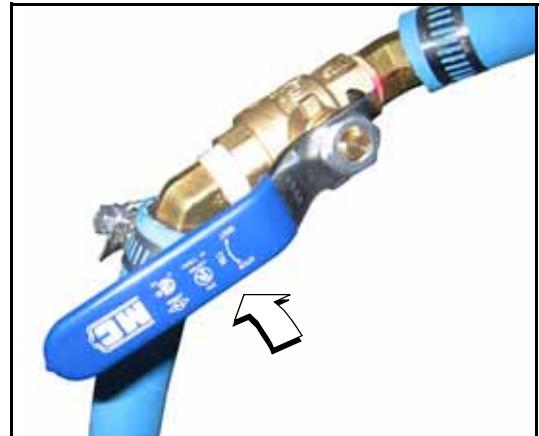
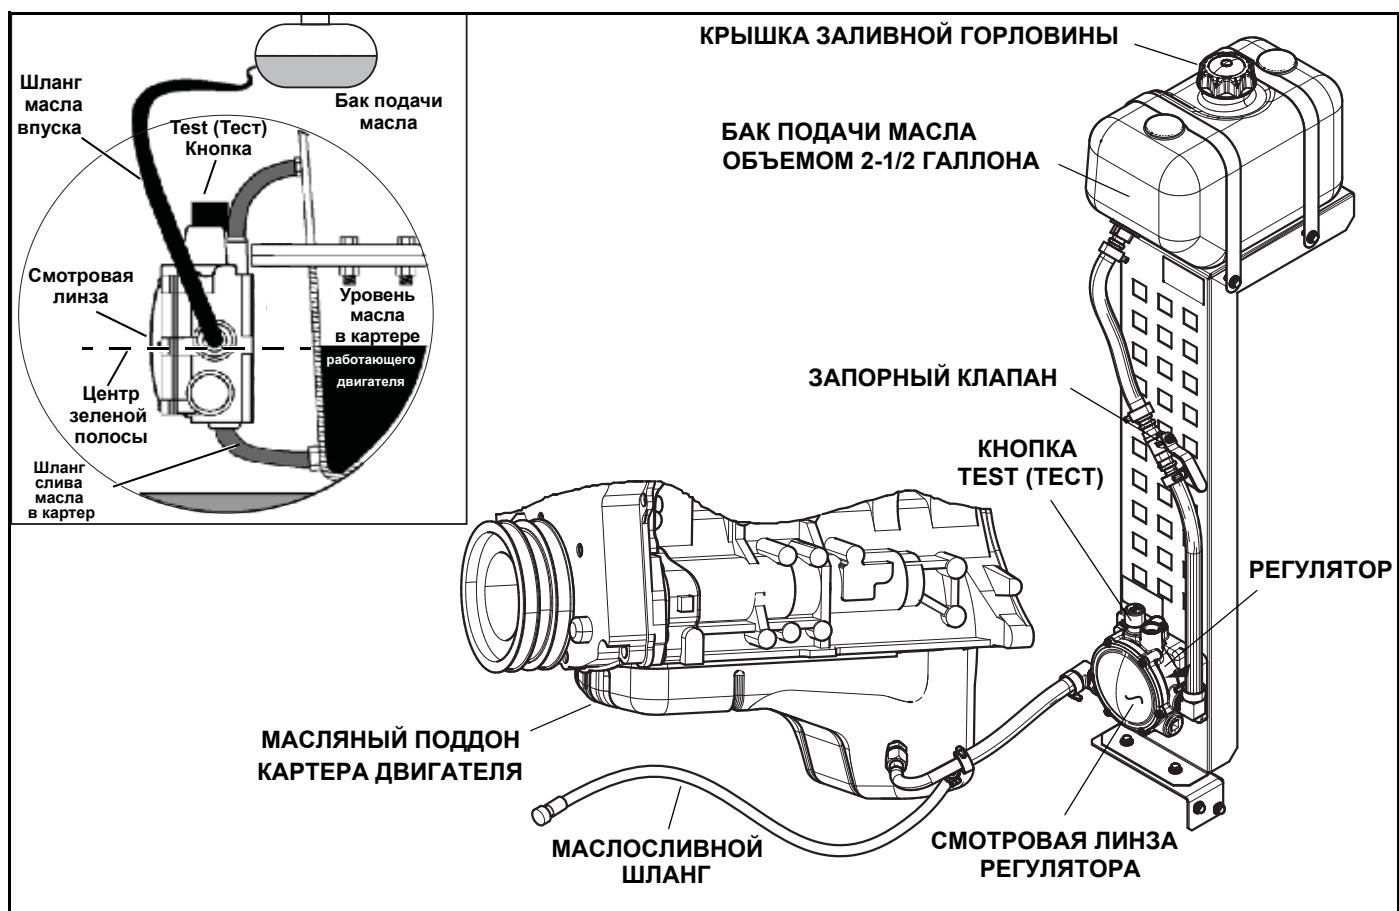

Рис. 5-19. Запорный клапан
Рис. 5-20. Схема сборки и функционирования системы поддержания уровня
ПРИМЕЧАНИЕ. При замене масла двигателя всегда закрывайте запорный клапан во избежание слива чистого масла из бака подачи масла в картер. См. Рис. 5-19.
- Снимите крышку отверстия для наполнения масла в верхней части бака подачи масла (Рис. 5-20.).
См. Рис. 5-19 и Рис. 5-20. Во время слива масла из картера всегда закрывайте запорный клапан во избежание слива чистого масла из бака подачи масла.